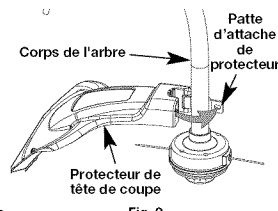

Fig. 2
1. Placez le protecteur de la tête de coupe sur le logement de l'arbre. Veillez à ce que la patte d'attache de l'écran glisse dans l'encoche au bord de l'écran de coupe. Tournez l'écran dans le sens contraire des aiguilles d'une montre (Fig. 2) pour le mettre en place. Les trous dans la patte d'attache de l'écran et la tête de coupe s'aligneront.